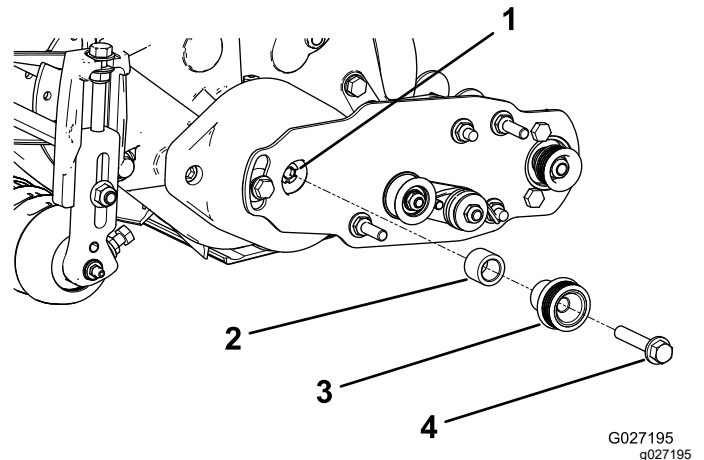

Figura 13
1. Insira um espaçador no eixo na caixa de rolamentos (Figura 13).
2. Insira a polia da transmissão no espaçador e no veio de transmissão (Figura 13).
3. Prenda a polia e espaçador ao eixo com um parafuso de cabeça flangeada (3/8 pol. x 2 pol.); consulte a Figura 13.